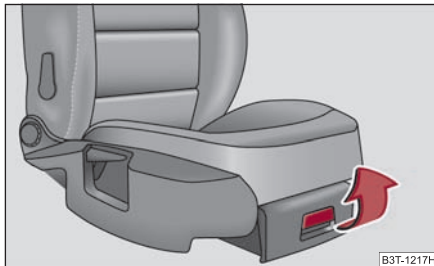

Abb. 114 Beifahrersitz: Ablagefach
- Zum Öffnen der Klappe Verschluss ankippen und Klappe aufziehen ⇒ **Abb. 114**.